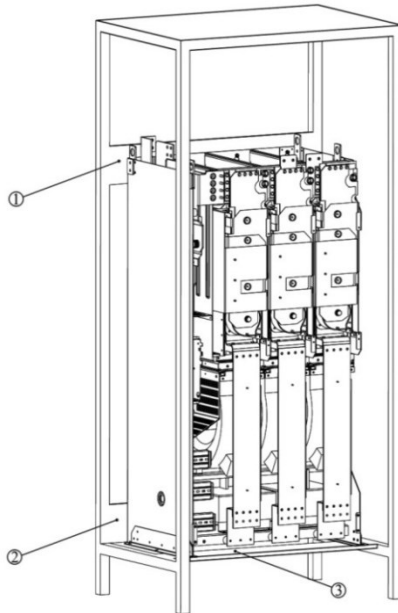

图 3-10 AIC 变流器安装示意图
AIC 装柜及吊 图 3-10 是 AIC 单元的安装示意图，其中①、②为后侧挂孔、③为安装底